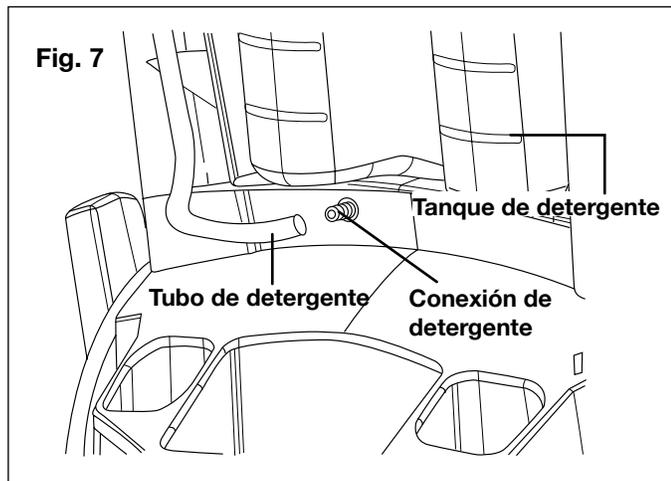

Fig. 7
6. Conecte el tubo de PVC a la conexión de detergente (Fig. 7).